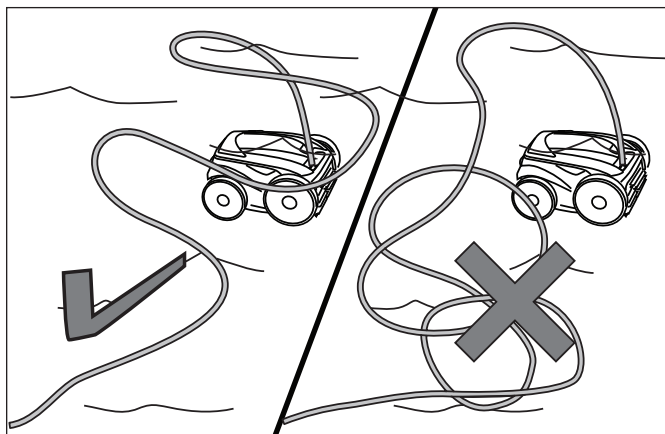

Figure 18. Étendre le câble flottant sur la piscine
3. Étendre le câble flottant sur l'eau de la piscine et s'assurer que le câble n'est pas noué ni emmêlé. Se référer à la Figure 18.